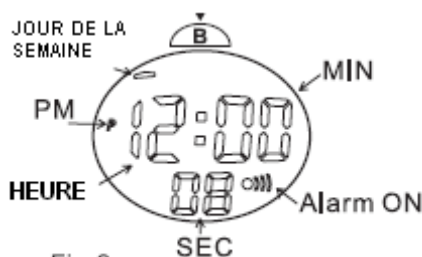

Fig.2
1. Appuyez 3 fois sur la touche **B** : les secondes clignotent (fig.2), vous êtes en mode 3.